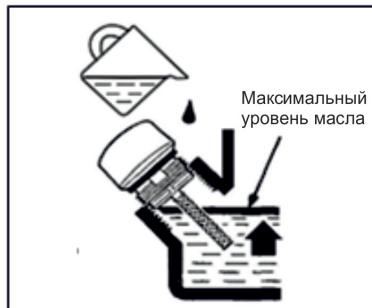

Рис. 18
6. Установите снегоуборочную машину на горизонтальной поверхности и залейте новое моторное масло рекомендованное производителем до нижней кромки маслозаливной горловины (рис. 18);